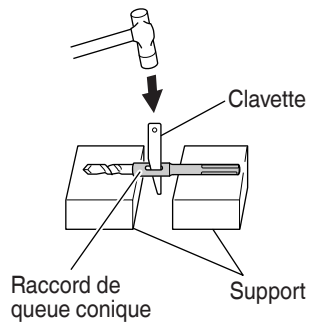

Fig. 17
- (4) Pour retirer la mèche (queue conique), introduire la clavette dans la fente du raccord de queue conique et frapper la tête de la clavette avec un marteau alors que le perceuse est placée sur le support. (Fig. 17)